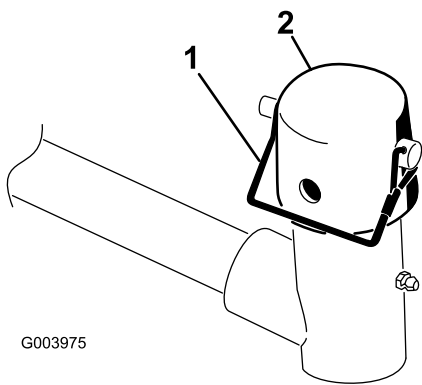

图10
7. 从提升臂轴枢拔下保险销。然后取下盖子 图10。
11. 使用保险销将中心盖和承载架轴固定到提升臂轭图10。